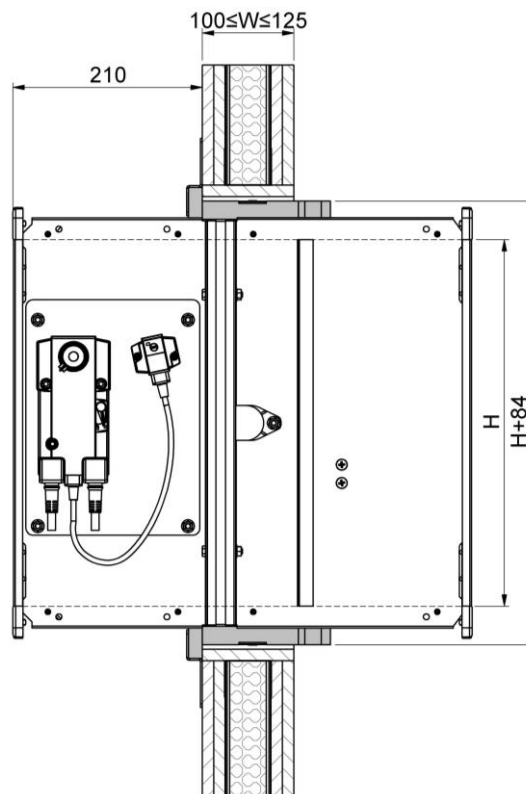

Abbildung 55: Trockeneinbau mit Einbaurahmen Typ ER-A1 in leichte Trennwand (F90) W ≤ 125 mm
- BKA-EN in die Aussparung der Wand (Maße: $B+93^{+2}$ mm x $H+93^{+2}$ mm) einsetzen, sodass der Anschlag des Einbaurahmens Typ ER-A1 an der Wand anliegt (Bedienseite – Einbaumaß 210 mm bis zur VK-Wand s. Abbildung 55). Umlaufender Ringspalt zwischen Aussparung der Wand und Einbaurahmen Typ ER-A1 gleichmäßig ausmitteln. Montage der BKA-EN unter Zuhilfenahme von Montageabhängungen etc..